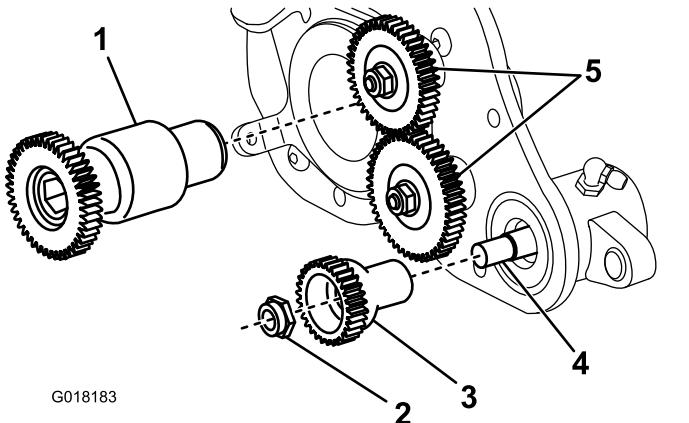

Figura 30
5. Retire la contratuerca con arandela prensada que sujetla el engranaje arrastrado al extremo del eje del groomer (Figura 30). Retire el engranaje.
6. Retire el engranaje motor del eje del molinete (Figura 30).